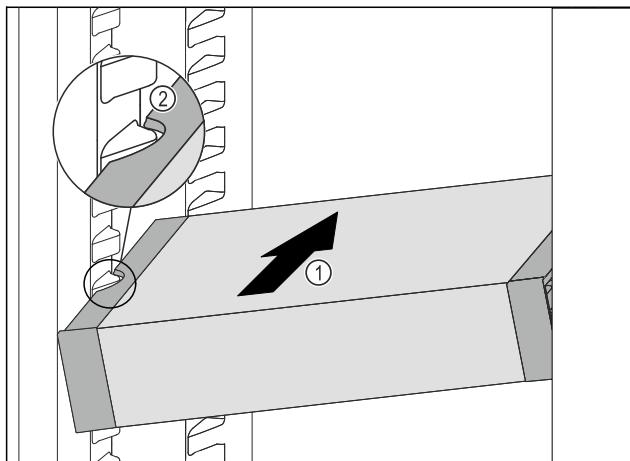

Fig. 92
- ▶ Вкарайте VarioSafe под ъгъл в хладилната част Fig. 92 (1), докато страниците прорези Fig. 92 (2) на VarioSafe се намират на височината на реброто на съда в хладилната част.